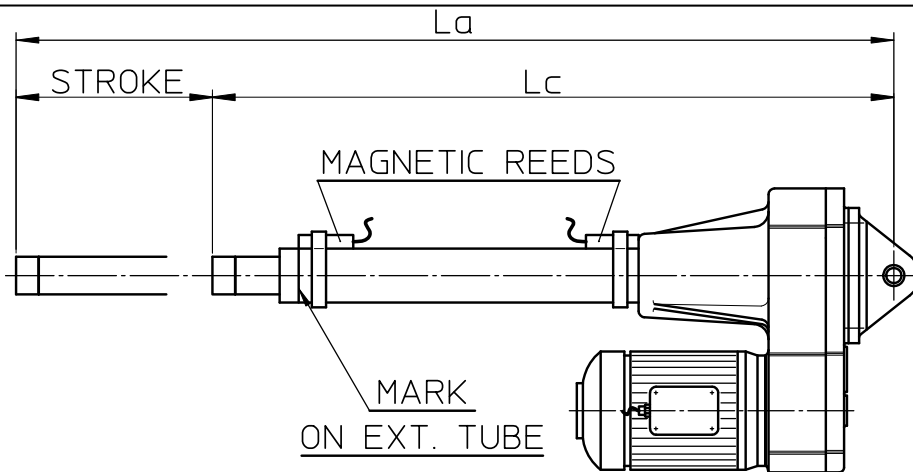

Bild 1.6: Linearantrieb mit magnetischen Endschalter
- Wenn erforderlich ändern Sie die Position der einstellbaren Magnetschalter (siehe Abb. 1.6), um die Endposition des Linearantriebs zu begrenzen.